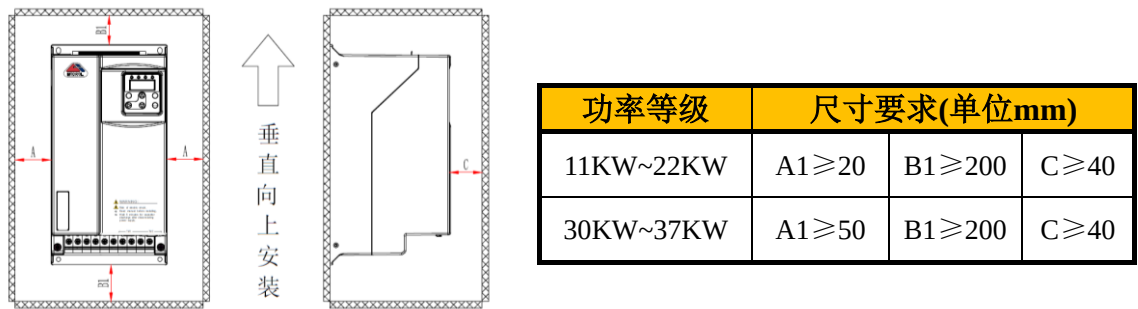

图 2-10 单台机安装【IMS-P6-4011S~IMS-P6-4037S】
- 1、安装空间要求如图 2-10、2-11 所示，需保证驱动器有足够的散热空间。预留空间时请考虑柜内其它器件的散热情况。